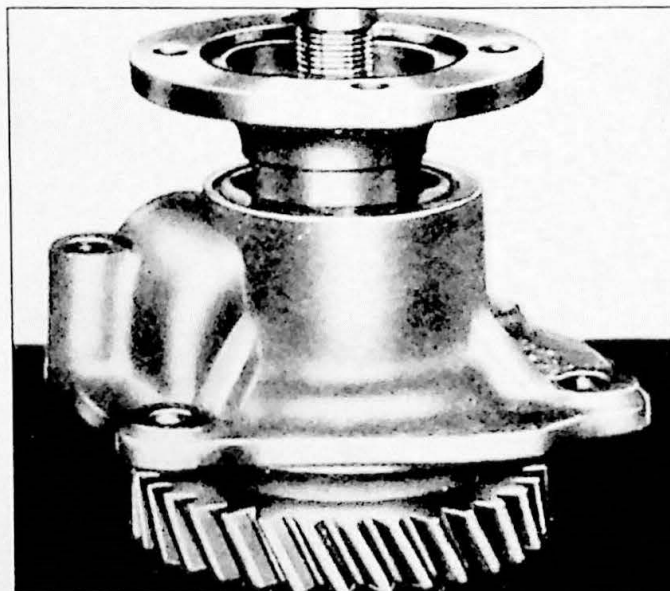

Fig. 6.9. Demontage hoofdas M 40
- 1b. Versnellingsbak zonder overdrive: Maak de moer van de volger los. Gebruik daarbij werktuig SVO 2854 (SVO 2837 voor de B20 E motor) als weerstand voor de volger. Schuif de koppelingshuls voor eerste en tweede versnelling naar voren. Plaats de as in een pers en ondersteun het tandwiel van de eerste versnelling. Pers de as eruit met een speciaal werktuig (Fig. 6.9).